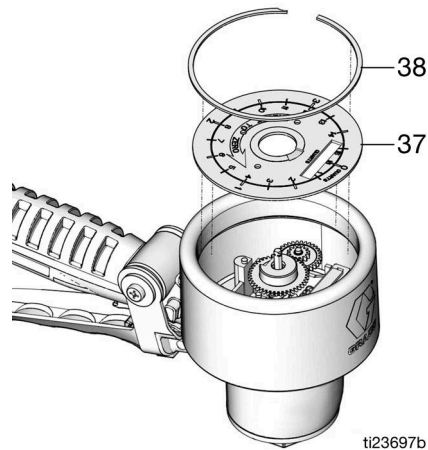

FIG. 17
5. Déposer le grand anneau de retenue (38), puis le cadran (37) (FIG. 17).